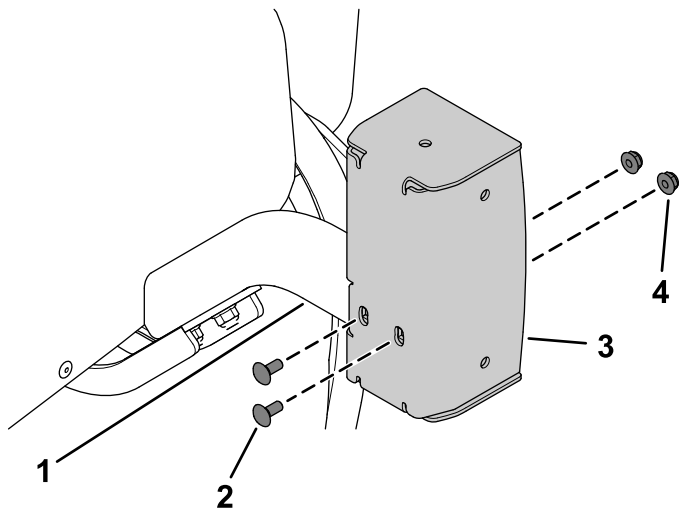

**Figura 19**
- **Modello 31980:** fissate il supporto destro lungo (Figura 19) al supporto destro con 2 bulloni a testa tonda ( $\frac{5}{16}$ " x  $\frac{3}{4}$ "") e 2 dadi flangiati ( $\frac{5}{16}$ "").
- **Modello 31981:** fissate il supporto corto destro (Figura 19) al supporto destro con 2 bulloni a testa tonda ( $\frac{5}{16}$ " x  $\frac{3}{4}$ "") e 2 dadi flangiati ( $\frac{5}{16}$ "").